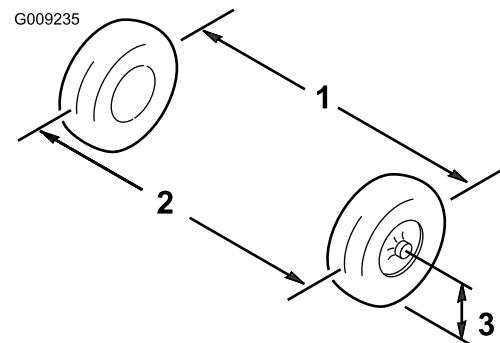

Figura 56
1. Mida la distancia entre los neumáticos delanteros a la altura del eje, en la parte delantera y trasera de las ruedas (Figura 56).